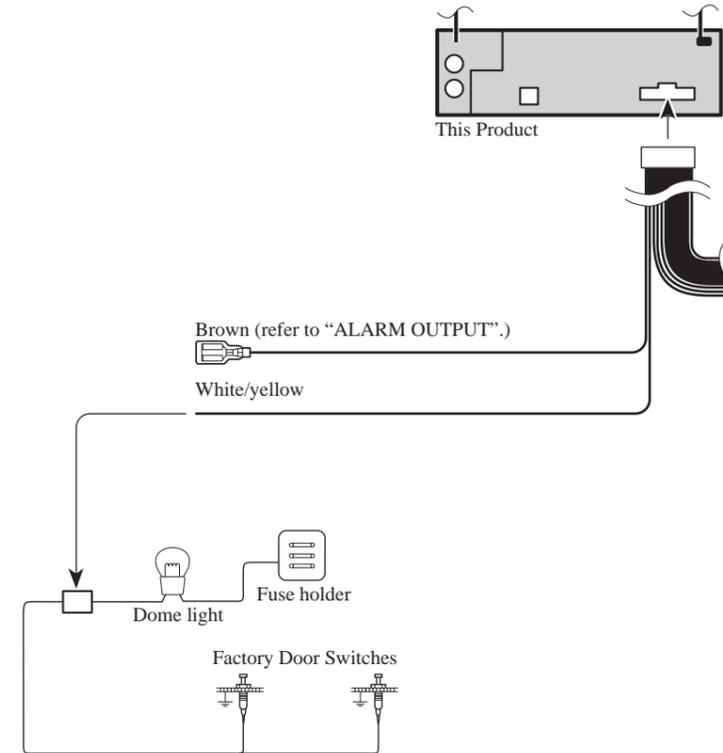

Fig. 4
**White/yellow (DOOR SWITCH) ..... (Fig. 4 & 5)**